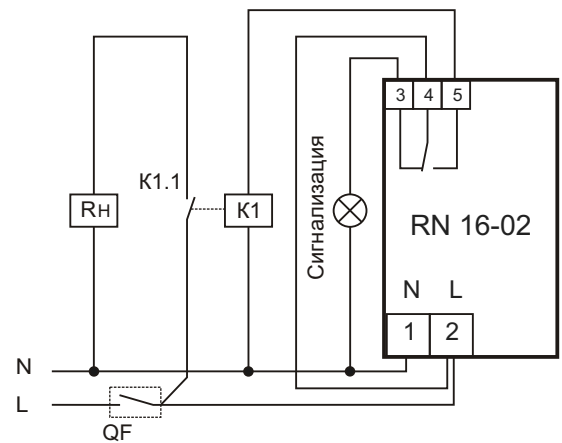

Рис. 3: схема подключения нагрузки мощностью более 2,2 кВт к устройству
7.3. В случае, если мощность нагрузки более 2,2 кВт, нагрузка подключается к изделию через контактор соответствующей мощности и проводом соответствующего сечения согласно рис. 3.